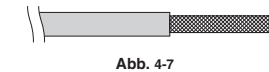

Abb. 4-7
- Den Kabelmantel vorsichtig entfernen, ohne den Geflechtschirm zu beschädigen. (Abb. 4-7)